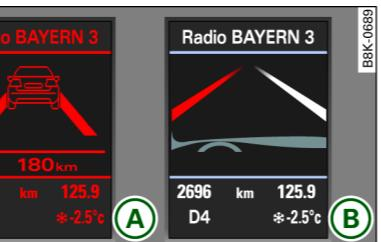

图 146 组合仪表：车道保持辅助系统开启并发出警告
- 一条红线闪亮（左或右）：在离开行驶车道前，车道保持辅助系统发出警告 ⇒ 图 146
- 红色线条（左或右）：在离开行驶车道前，车道保持辅助系统发出警告 ⇒ 图 146